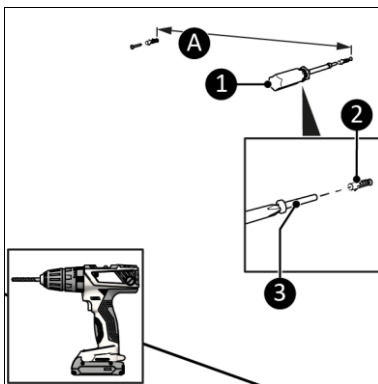

Figure 9
8. Percez deux trous à environ 160 mm l'un de l'autre (figure 9, pos. A). Et avec une distance minimale du sol de :
9. Insérez des chevilles murales (figure 9, pos. 2).
10. Vissez deux grandes vis (figure 9, pos. 3) au support mural à l'aide d'un tournevis Phillips (figure 9, pos. 1). Laissez les vis dépasser de quelques millimètres du mur.